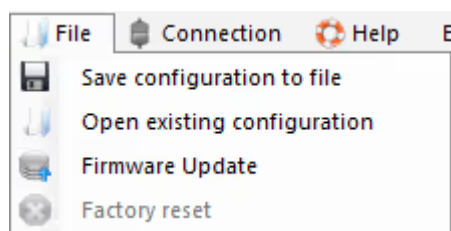

Figura 8. Menu "File"
1. Il menu “File” (Figura 8) consente di: